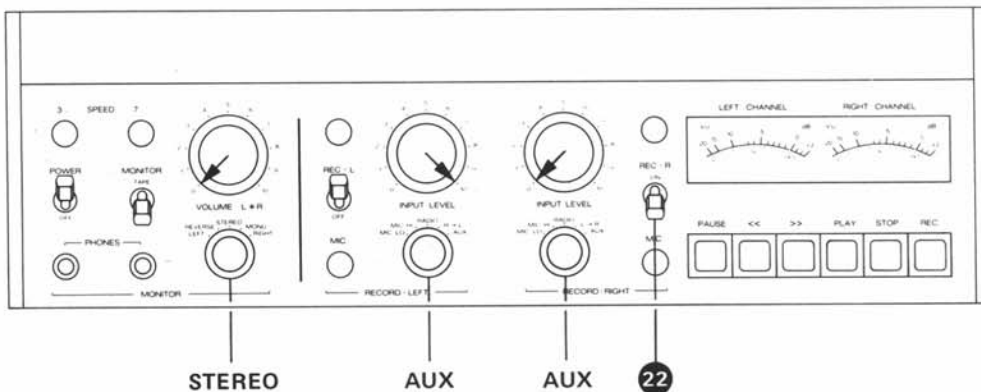

Fig. 6.4.-2
- Bedienungselemente nach Fig. 6.4.-2 einstellen.
- NF-Generator auf gleichem Pegel belassen (1000 Hz, 0,775 V am Ausgang). Anschluss AUX INPUT (48). Beide VU-Meter zeigen 0 VU.
- Zusätzlich Aufnahmevorwahlschalter REC-R (22) auf ON. Nur linkes VU-Meter zeigt 0 VU.